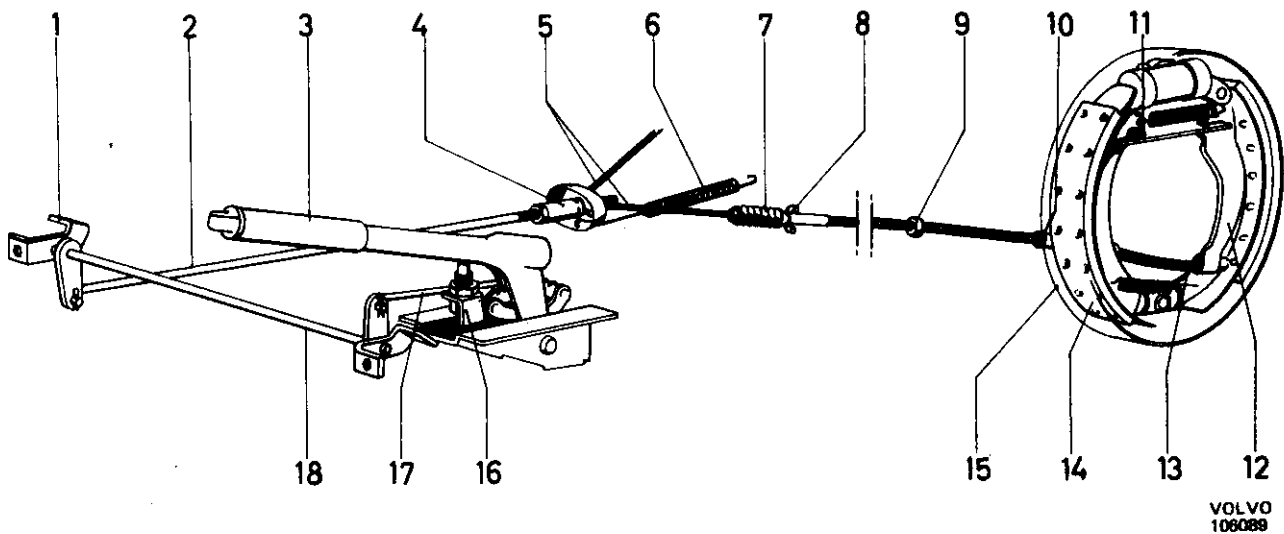

Abb. 109 Handbremse
Die Konstruktion der Handbremse geht aus Abb. 109 hervor. Im 120 ist jedoch der Handbremshebel direkt auf der Handbremswelle (18) gelagert. Der Stockhebel befindet sich am Boden außen neben dem Fahrersitz. Die Bewegung des Hebels wird über Zugstange (17) und Handbremswelle (18) mit Hebel und Zugstange (2) auf den Zugbügel (4) übertragen.
3. Splint entfernen und Bremsseilzüge spannen, so daß die Zugstange (2, Abb. 109) vom Hebel an der Handbremswelle abgehängt werden kann. Lagerflansche abschrauben und Handbremswelle (21) herausnehmen.